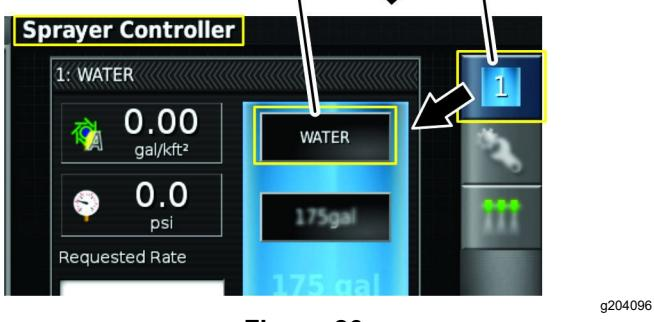

Figura 26
- Pressione o ícone do Controlador do pulverizador e expanda o painel do controlador do pulverizador (Figura 26).
3. Pressione o ícone ECU 1 (Figura 26).
4. Pressione o ícone de CONFIGURAÇÃO DE PRODUTO (Figura 26).